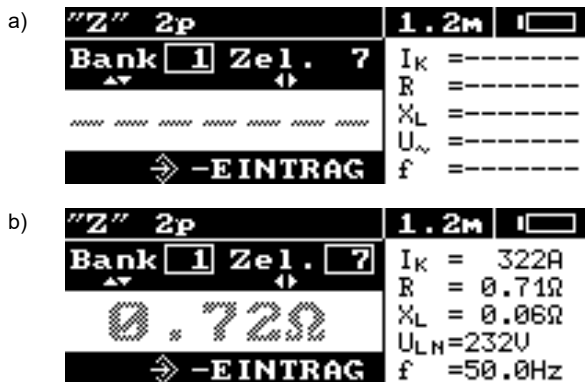

Abb. 27 Die Anzeige im Speichermodus: a) leere Zelle b) Zelle mit gespeicherten Ergebnissen (Das Hauptergebnis ist in Grau dargestellt)
- Drücken Sie die Taste **ENTER**. Die aktuell verwendete Banknummer und die Zellennummer werden am Display angezeigt (Abb. 27). Der Rahmen um die Zellennummer gibt an, dass bereits mindestens eine Zelle der Bank belegt ist.